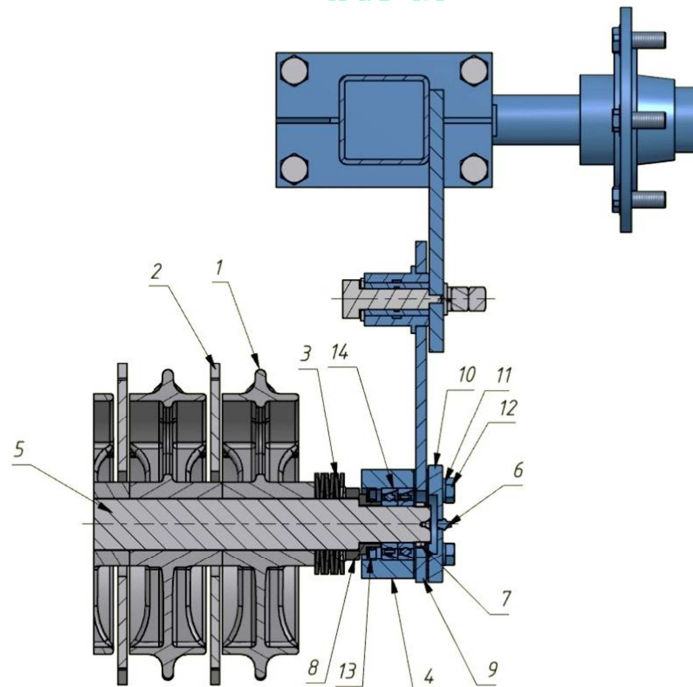

Рисунок 13. Секция рабочих органов ККЗ-6
Секция состоит из дисков 1 (рисунок 13) диаметром 350 (470) мм и зубчатых колец 2 диаметром 366 (480) мм. Диски свободно посажены на вал 5 секции. Плоские зубчатые кольца свободно посажены на ступицу дисков. Свободная посадка уменьшает залипание рабочих органов почвы, что позволяет производить её обработку при более высокой влажности.